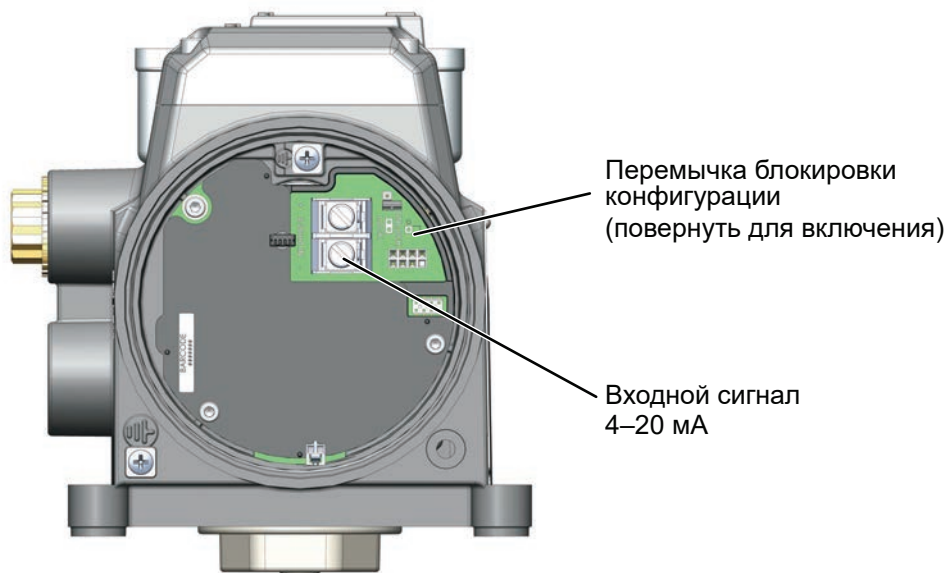

Рисунок 17 - Подключения к главному модулю электроники (через клеммную панель)
5. Найдите нужную клеммную колодку на клеммной панели (см. Рисунок 17).